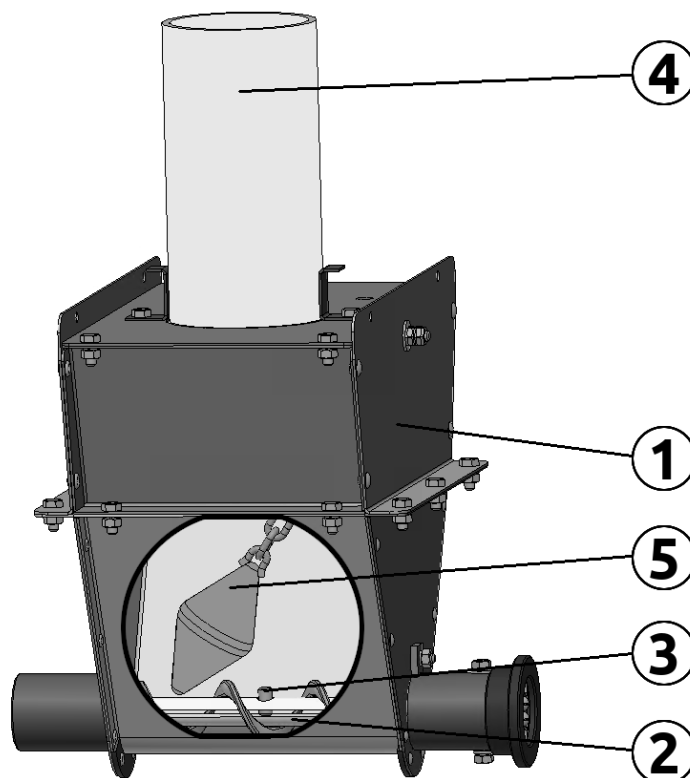

Рисунок 3.10
**Приемный бункер** (рис. 3.10) - это корпус (1) в форме лейки, в котором установлен анкерный вал (2).